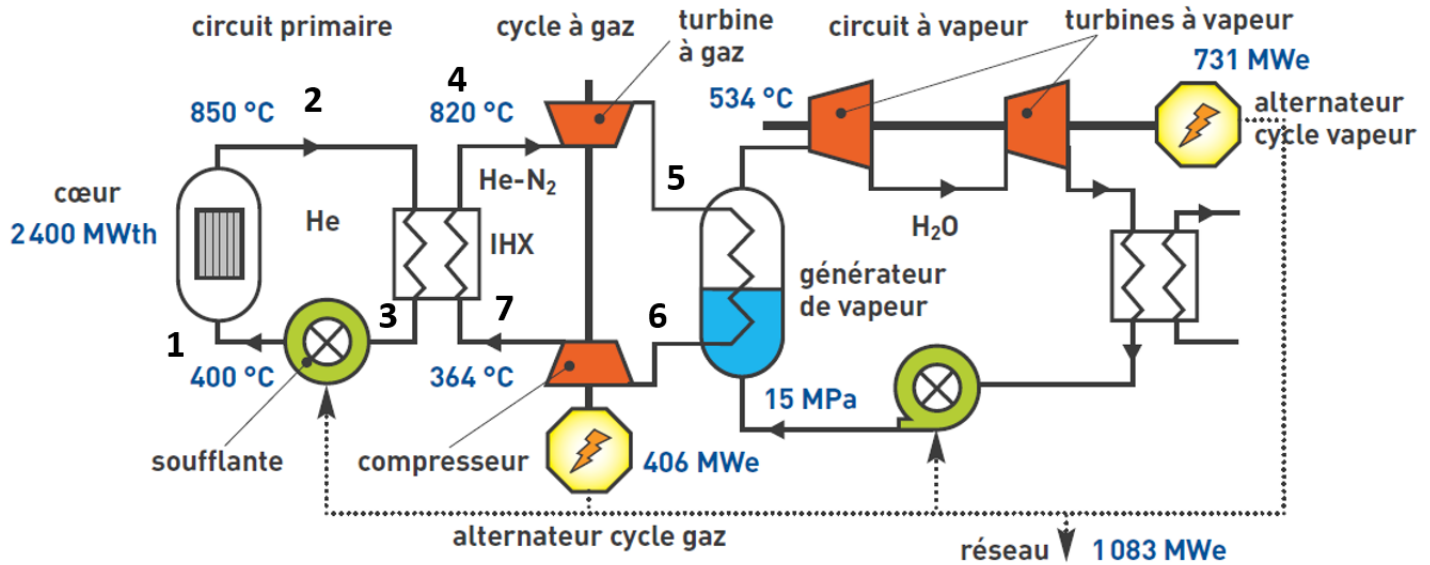

FIGURE 1 – Schéma d'un réacteur nucléaire RNR-G (Réacteur à Neutrons Rapides avec un caloporteur gaz (CLEFS CEA - N°55 - ÉTÉ 2007)
La figure 1 montre le fonctionnement d'un réacteur nucléaire avec un fluide caloporteur gaz (ici l'hélium ou un mélange hélium-diazote).
4) Donner l'expression de l'efficacité e du cycle à gaz seul ($4 \rightarrow 5 \rightarrow 6 \rightarrow 7 \rightarrow 4$) à partir des données de la figure 1, en justifiant. Réaliser l'application numérique.